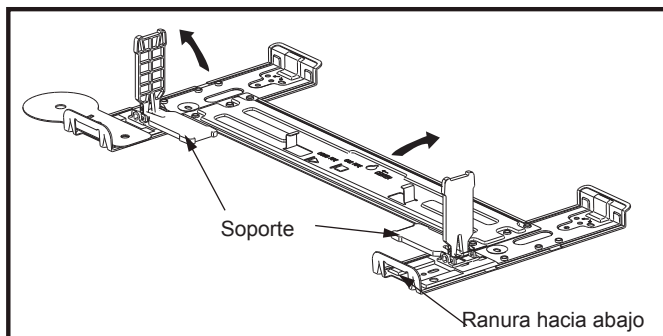
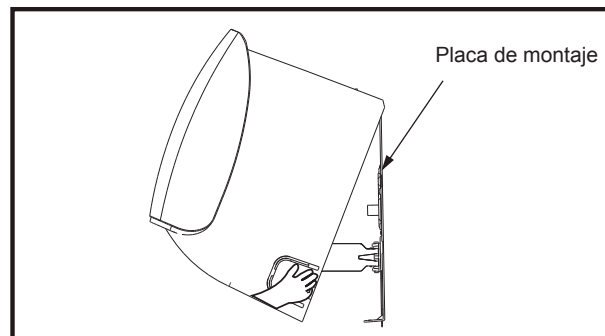

Fig. 10
Fig. 11
- 3) Abra los dos soportes en la placa de montaje de la pared a 90 grados como se muestra en la Fig. 10 y quite la unidad paso a paso para lograr una mejor ubicación (Fig. 11).